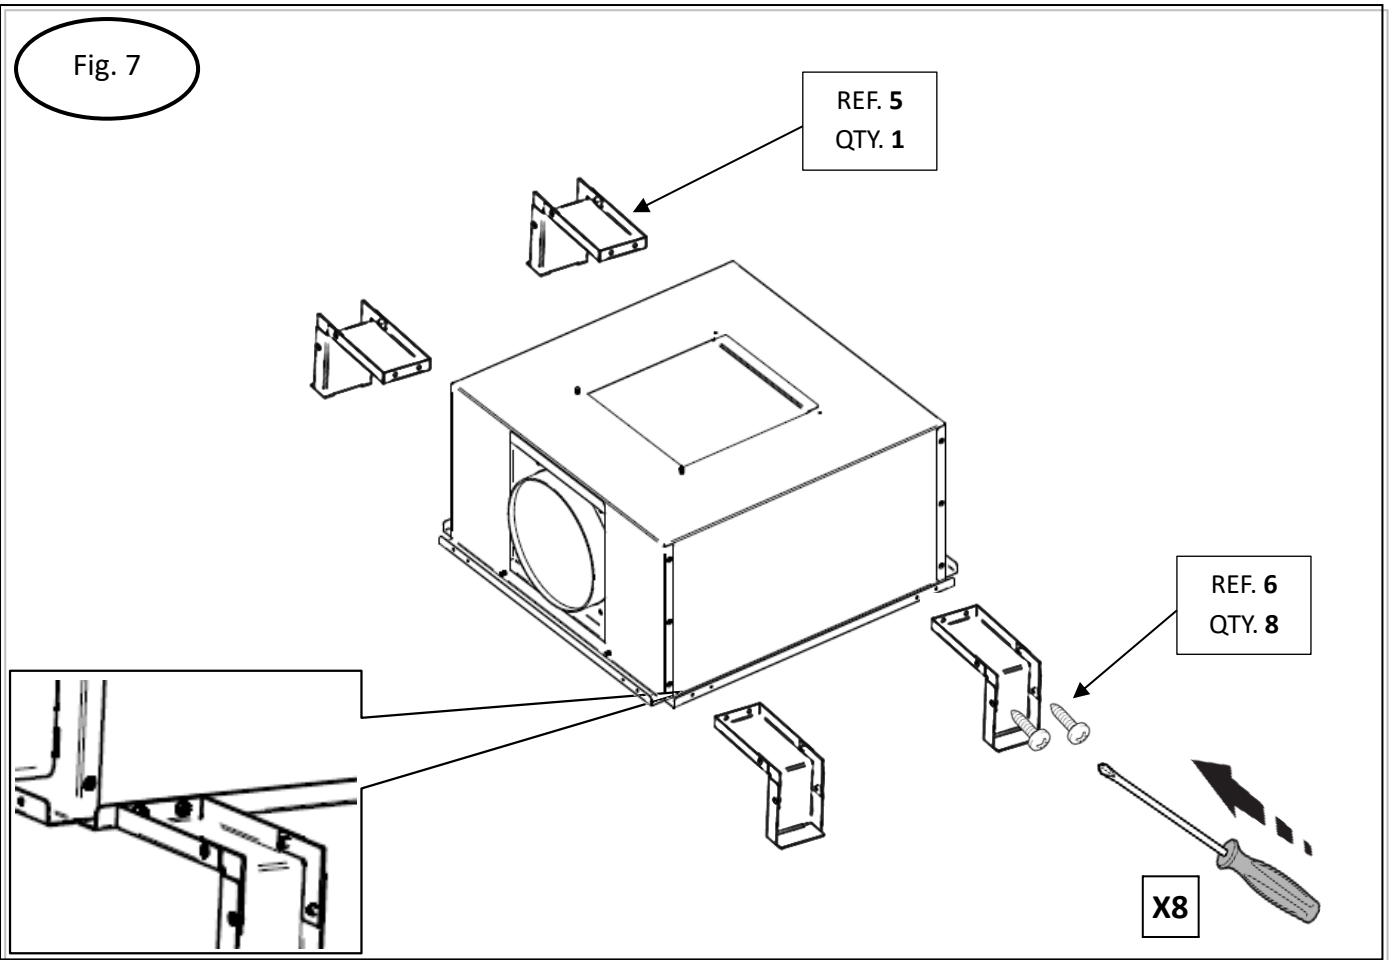

Fig. 8
- Monter le boîtier de la soufflerie sur le cadre de centrage précédemment positionné en utilisant les languettes (fig.8).